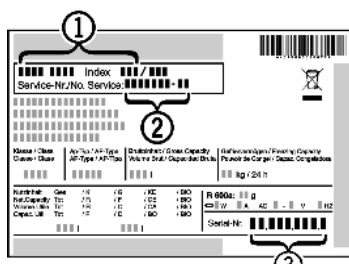

Fig. 54
- ▶ Назва пристрою *Fig. 54 (1)*, сервісний номер *Fig. 54 (2)* та серійний номер *Fig. 54 (3)* вказані на заводській табличці. Заводська табличка знаходиться всередині пристрою, зліва.